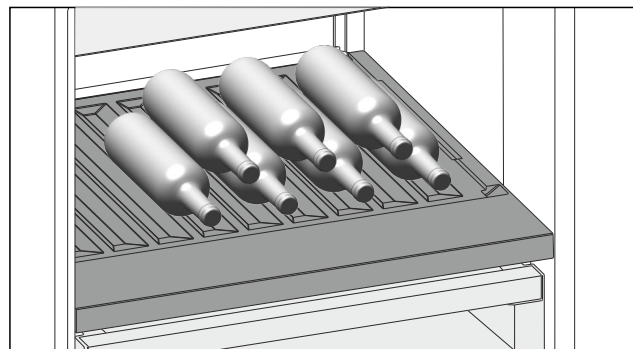

Fig. 157
- Бутылки укладывают дном к задней стенке. (см. Fig. 157)